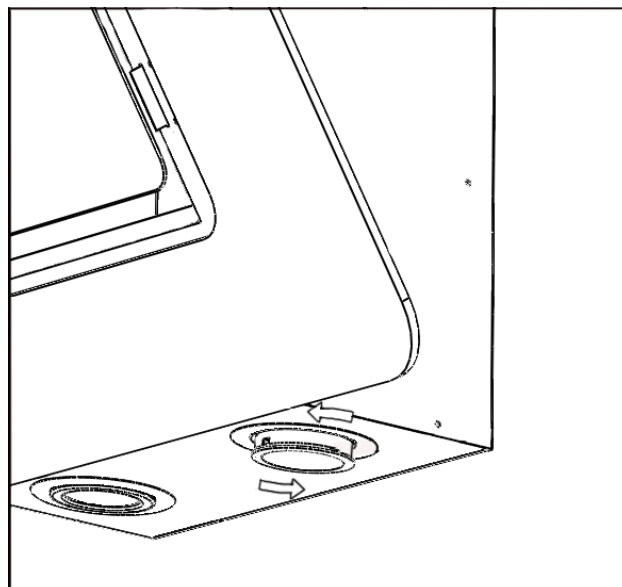

Рис.5
8.8 На витяжці встановленні галогенні лампи підсвітки робочої зони плити. Для заміни лампи необхідно зняти фільтри, віджати тримач патрона на себе, щоб лампа вийшла з корпусу витяжки; утримуючи тримач патрона, злегка надавити на лампу в напрямку патрона і, повернувши її проти годинникової стрілки, вийняти (**рис.5**). Замість неї необхідно встановити нову з тими ж характеристиками і встановити фільтри.